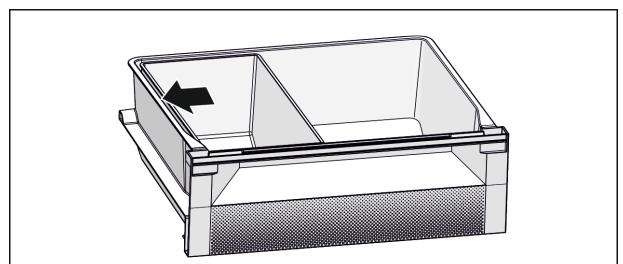

Fig. 6
- ▶ Fish & Seafood-Schale positionieren. Mit der abgebildeten Position *Fig. 6 ()* erhalten Sie eine optimale Kühlfunktion.